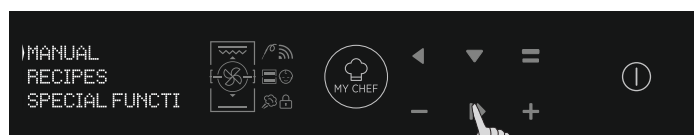

Figura 7
- Pulse el botón OK cuando la flecha en la pantalla esté en MANUAL para configurar una cocción en 3 simples pasos. (Figura 7)